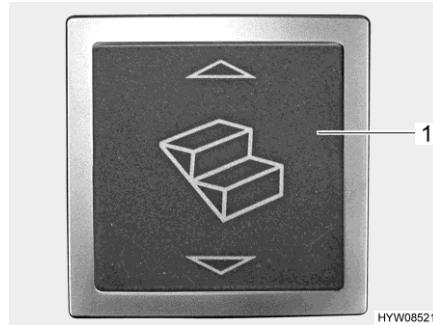

Bild 6 Wippschalter für Eintrittstufe (Eingangsbereich)
- Den Wippschalter (Bild 6,1) im Eingangsbereich drücken.